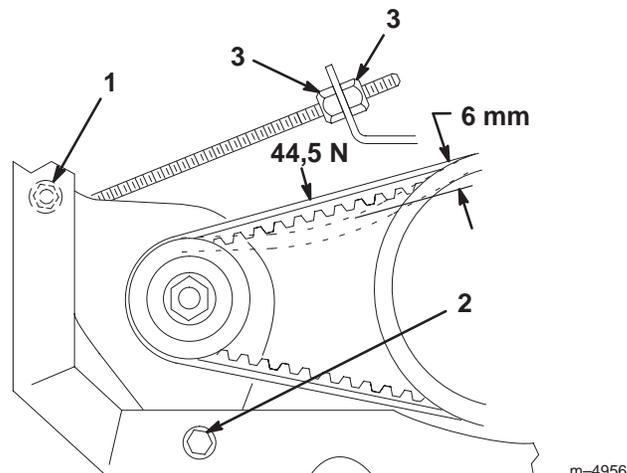

Figure 39
2. Desserrez l'écrou et le boulon pivot de l'alternateur du démarreur (Fig. 39).
3. Vissez plus ou moins les écrous de blocage sur la tige du démarreur (Fig. 39) jusqu'à ce que la courroie présente une flèche de 6 mm lorsqu'une force de 44,5 N est exercée.
4. Serrez l'écrou et le boulon pivot de l'alternateur du démarreur (Fig. 39).